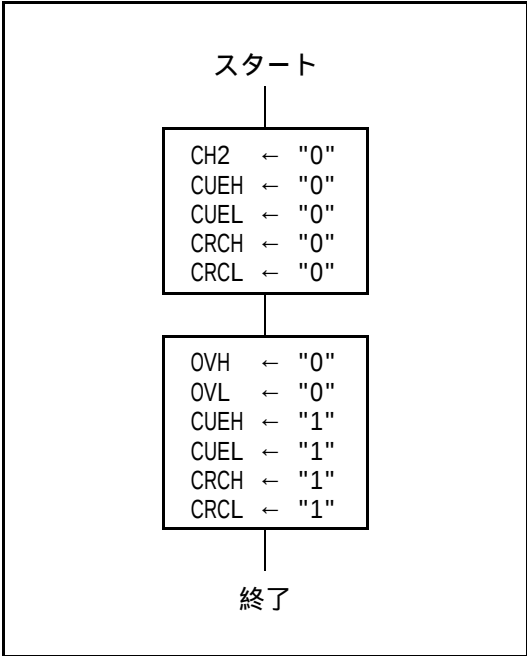

図2 16ビット非同期イベントカウンタの設定方法例
(4) 16ビット非同期イベントカウンタとして使用する場合の設定方法の例を図2に示します。
リセット時、CH2は"0"にクリアされるため、リセット後はECH、ECLは16ビットイベントカウンタとして動作します。また、図2に示すように設定することによっても、16ビットイベントカウンタとして動作します。動作クロックはAEVL端子からの非同期イベント入力です。ECH、ECLのカウント値がともにH'FFになった後に、クロックが入力されるとECH、ECLはオーバフローし、ESSSRのOVHフラグが"1"にセットされ、ECH、ECLのカウント値はそれぞれH'00に戻り、再びカウントアップを再開します。オーバフロー発生時には、IRR2のIRRECが"1"にセットされます。このとき、IENR2のIENECが"1"ならばCPUに割込みを要求します。